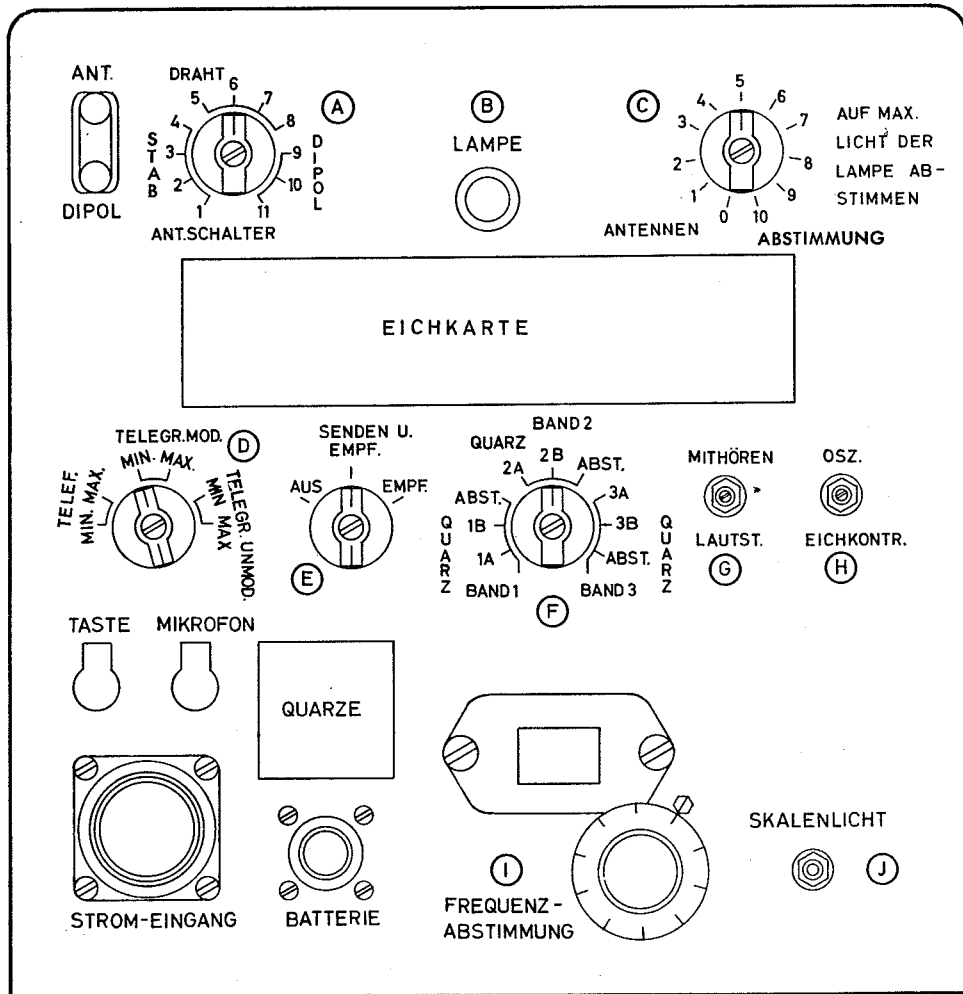

Bild 48 Bedienungselemente des Senders
2.2.1 Senderteil des Sende-Empfangsgerätes RT-77/GRC-9 (Bild 48)